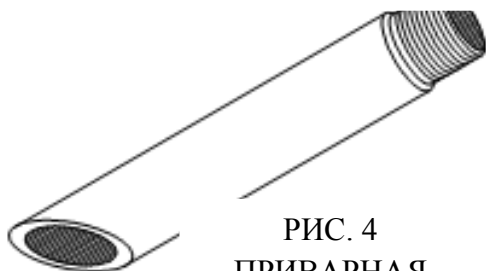

РИС. 4
- приварная деталь (рис. 4) – 4 шт;